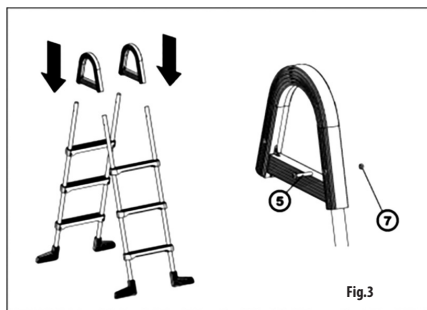

Fig.3
Introduisez les échelles montées dans les arcs (2) (Fig. 3), bloquez-les à l'aide des vis correspondantes (5). Faites attention à ce que leur orientation (les têtes des vis devraient être orientées « vers l'extérieur » de l'échelle).
Skjut in fömonterade stegen i plastbågar (2) (Fig. 3) och skruva ihop med medföljande skruvar (5). Se till att stegen är riktade åt rätt håll (skruvtoppar skall riktas „ut“ från poolstegen).